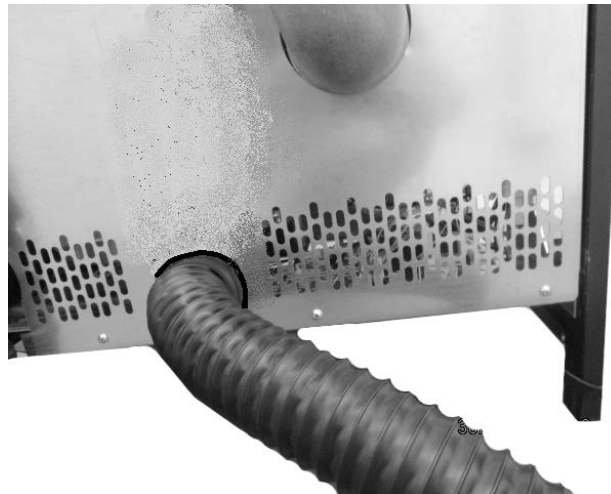

Fig. 11 - Fase 1
- Introducir el tubo hembra de \varnothing 6 cm (véase **Fig. 11**).